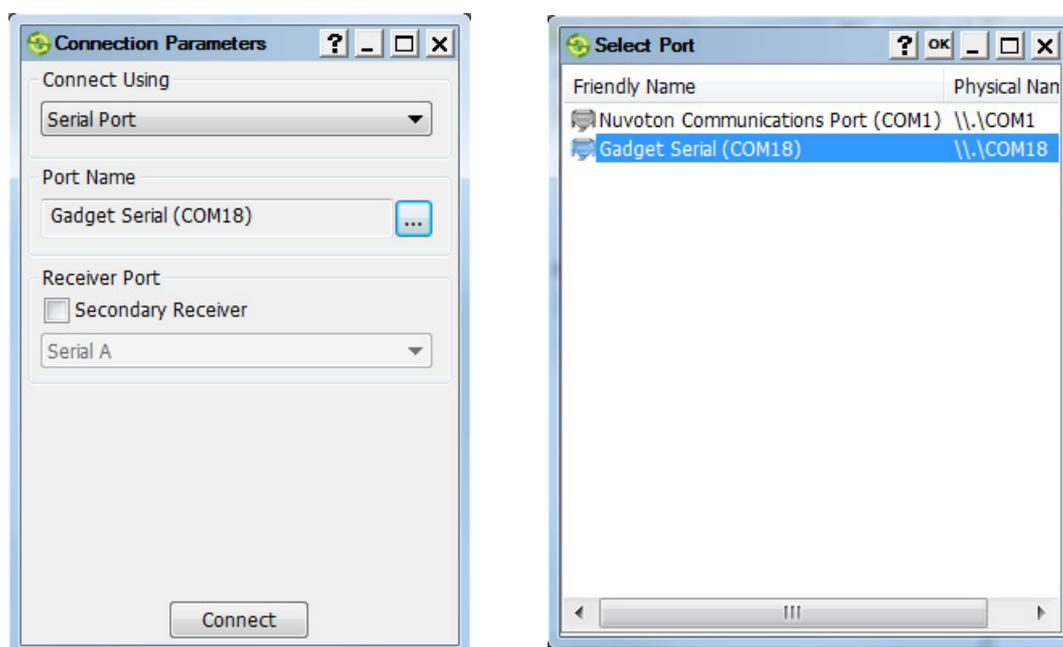

図 18 Connection Parameters/Select Port
**Select Port** 画面が表示されます。(図 18)